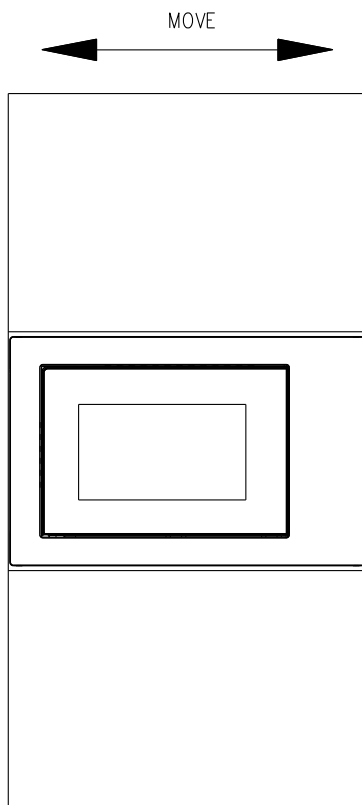

Fig.3
c) Mover o produto em paralelo no armário da cozinha de acordo com a direção da seta na figura, e mantenha-o centrado. (Fig.3)